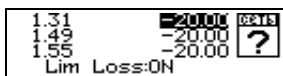

Рис. 8. Изменение пороговых значений
4. Длительным нажатием кнопки  переведите прибор в режим отображения пороговых значений затухания (рис. 8)